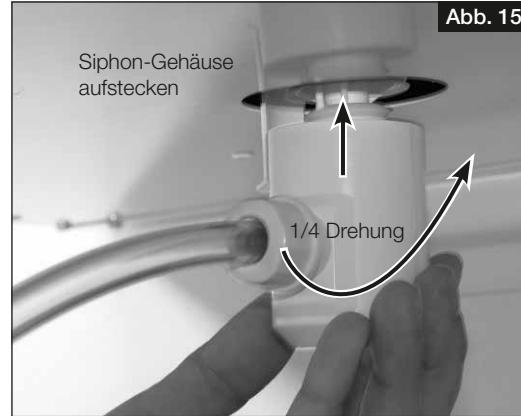

Abb. 15
5. Siphon-Gehäuse aufstecken und mit einer 1/4-Drehung im Befestigungsstück einrasten lassen (s. Abb. 15). Darauf achten, dass die Schwimmerkugel lose im Gehäuse liegt!